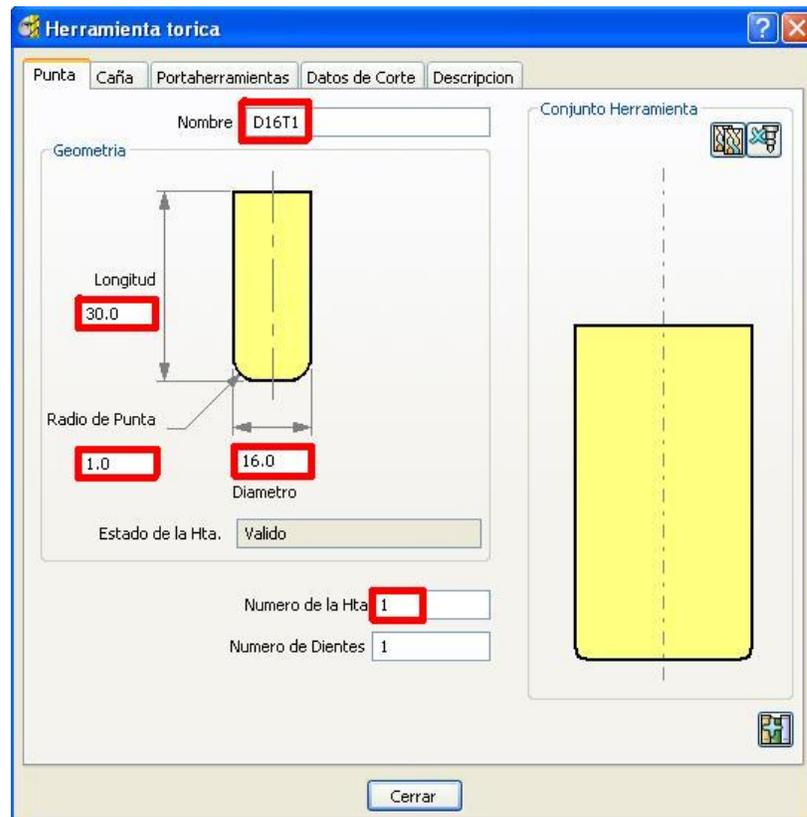

Figura 2.141 Cuadro de diálogo Herramienta tórica, Punta.
- En el cuadro de diálogo Herramienta tórica (Figura 2.141), escribir: